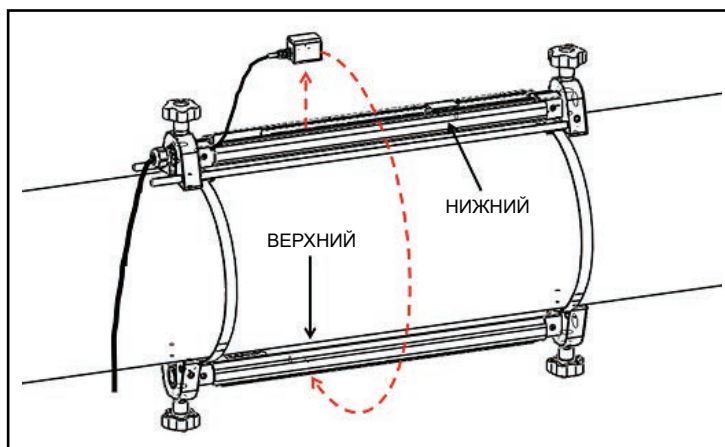

Рис. 20. Перестановка преобразователя по потоку
- b. Снимите преобразователь по потоку с первого крепежного приспособления (см. рисунок 20 ниже). Отсоедините кабель преобразователя и проденьте его через второе крепежное приспособление.